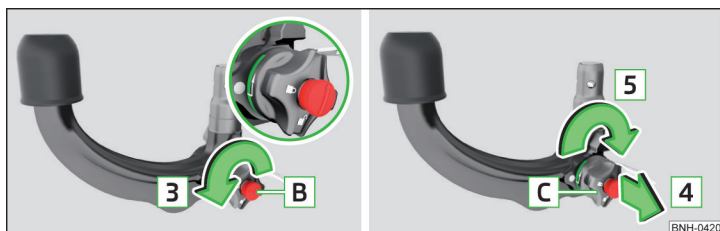

Fig. 137 Reglarea poziției de disponibilitate
- Rotiți cheia **B** până la capăt în sensul săgeții **3**, astfel încât săgeata de pe cheie să fie orientată spre simbolul  $\hat{=}$  » fig. 137.